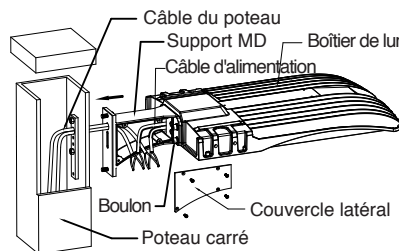

Figure 3-1
1. Ouvrez le couvercle latéral du support direct, laissez le câble d'alimentation passer à travers le support direct. Fixez le support direct à l'extrémité du boîtier de luminaire à l'aide de boulons. Laissez le câble du poteau passer à travers le support direct. (Figure 3-1)